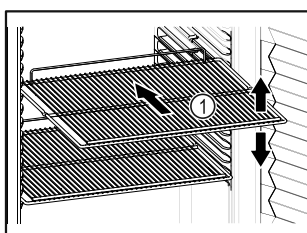

Fig. 71 Représentation à titre d'exemple
- ❑ Lorsque les grilles de support Fig. 71 (1) peuvent être déplacées, changez leur position en fonction de la hauteur des aliments.